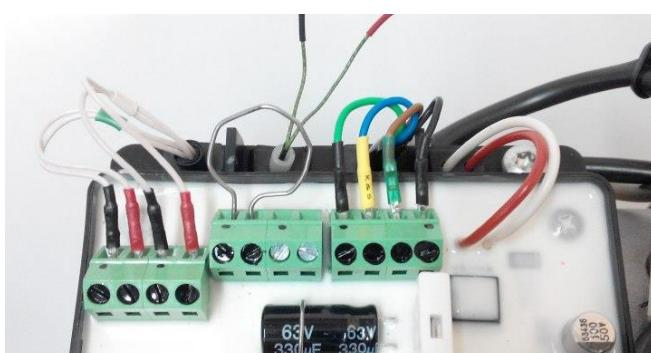

Рис. 6 – Перемычка
- 1) Извлечь ИП из корпуса теплообменника (рис.6), подсоединить его контакты к мультиметру (к контактам измерения температуры) и нагреть, например, зажигалкой. Должен наблюдаться плавный рост температуры. Если температура изменяется скачками или её значение станет начальным, то ИП поврежден. При этом, после охлаждения обрыв может исчезнуть.
В случае не устранения неисправности ИП проверьте полярность его подключения (провод с черной меткой соединен с контактом разъема БУ, помеченным черной точкой, рис. 6а). Возможно, была допущена ошибка при установке меток на проводах ИП. Для проверки правильности установки метки на проводе проверьте контакты магнитом. Контакт провода с черной меткой должен магнититься.
Рис. 6а – Подключение ИП к БУ